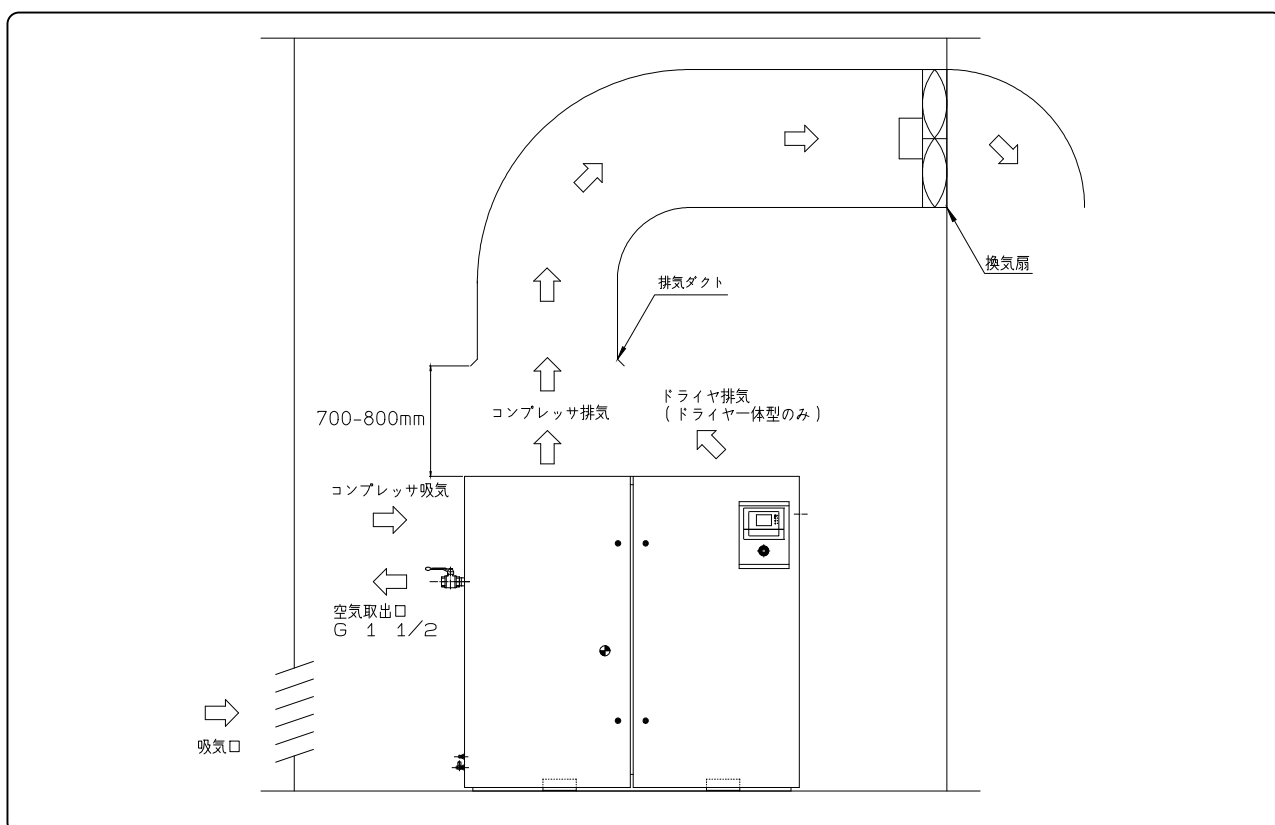

図4.6 局所換気②
- 3) 排気ダクトの圧損が30Pa{3mmAq}以上の場合、排気ダクトの出口部に換気扇を取り付けてください。圧損の計算は下記風量(ドライヤなし形)にて計算してください。図4.6をご参照ください。
- ◆ 排気ダクトに換気扇を取り付ける場合は、コンプレッサの天井と排気ダクトは 700～800mm の隙間を開けてください。(図4.6 局所換気②)